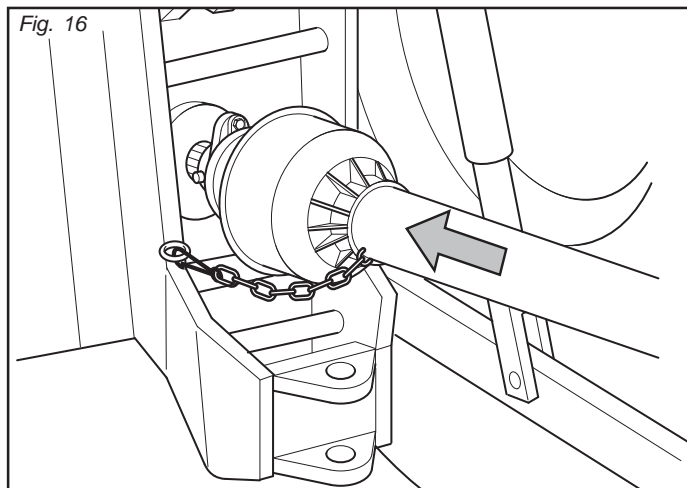

Fig. 16
- 4 - Innestare l'albero cardanico e assicurarsi che sia perfettamente bloccato sulla presa di forza. Verificare che la protezione ruoti liberamente e fissarla con l'apposita catenella (Fig. 16).